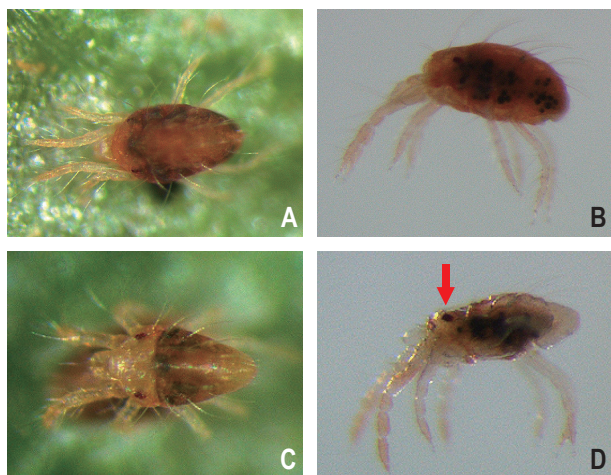

図 1 サガミナミハダニの雌雄
■雌雄の見分け方 (図 1)
【雄】横向きでは体の前方から後方へ向かってカバーガラスをかける。このとき、眼の赤い色素 (図1-D) が残っていれば、上面と下面の眼が重なるようにする。脱色しているときは、上面と下面の第3脚または第4脚の付け根が重なるようにカバーガラスをかける。